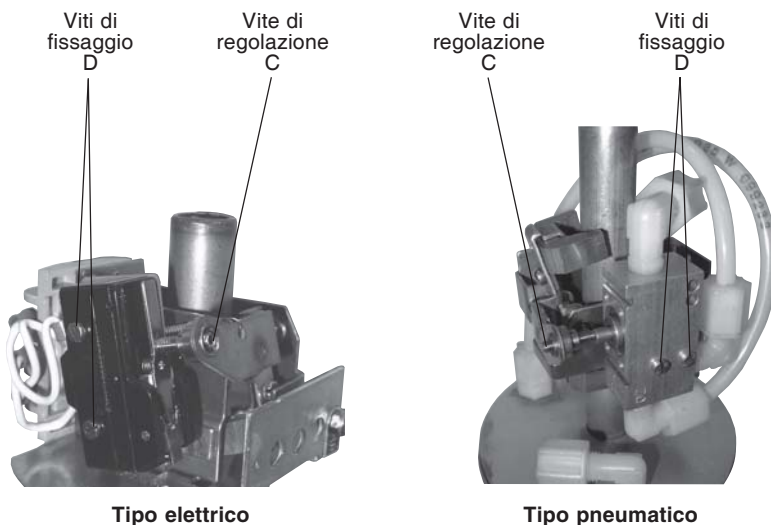

Fig. 7 - Interruttori elettrico e pneumatico
- 2 - Togliere le 2 viti di fissaggio "D" (vedi fig.7 tipo elettrico) e rimuovere l'interruttore.
- 4 - Muovere manualmente il braccio porta-magnete assicurandosi che l'interruttore sia adeguatamente azionato cioè apra e chiuda regolarmente; agire se necessario sulla vite "C", vedere fig. 7 tipo elettrico.
- 2 - Togliere le 2 viti di fissaggio "D" (vedi fig. 7 tipo pneumatico) e rimuovere la valvola.
- 4 - Muovere manualmente il braccio porta-magnete assicurandosi che l'interruttore sia adeguatamente azionato cioè apra e chiuda regolarmente; agire se necessario sulla vite "C", vedere fig. 7 tipo pneumatico.
Verificare l'allineamento tra la vite di regolazione "C" e la leva di azionamento del microinterruttore (fig. 7 tipo elettrico). Accertarsi che il microinterruttore commuti regolarmente azionando manualmente il braccio porta-magnete.
Verificare l'allineamento tra la vite di regolazione "C" e il pulsante di comando della valvola (fig. 7 tipo pneumatico).